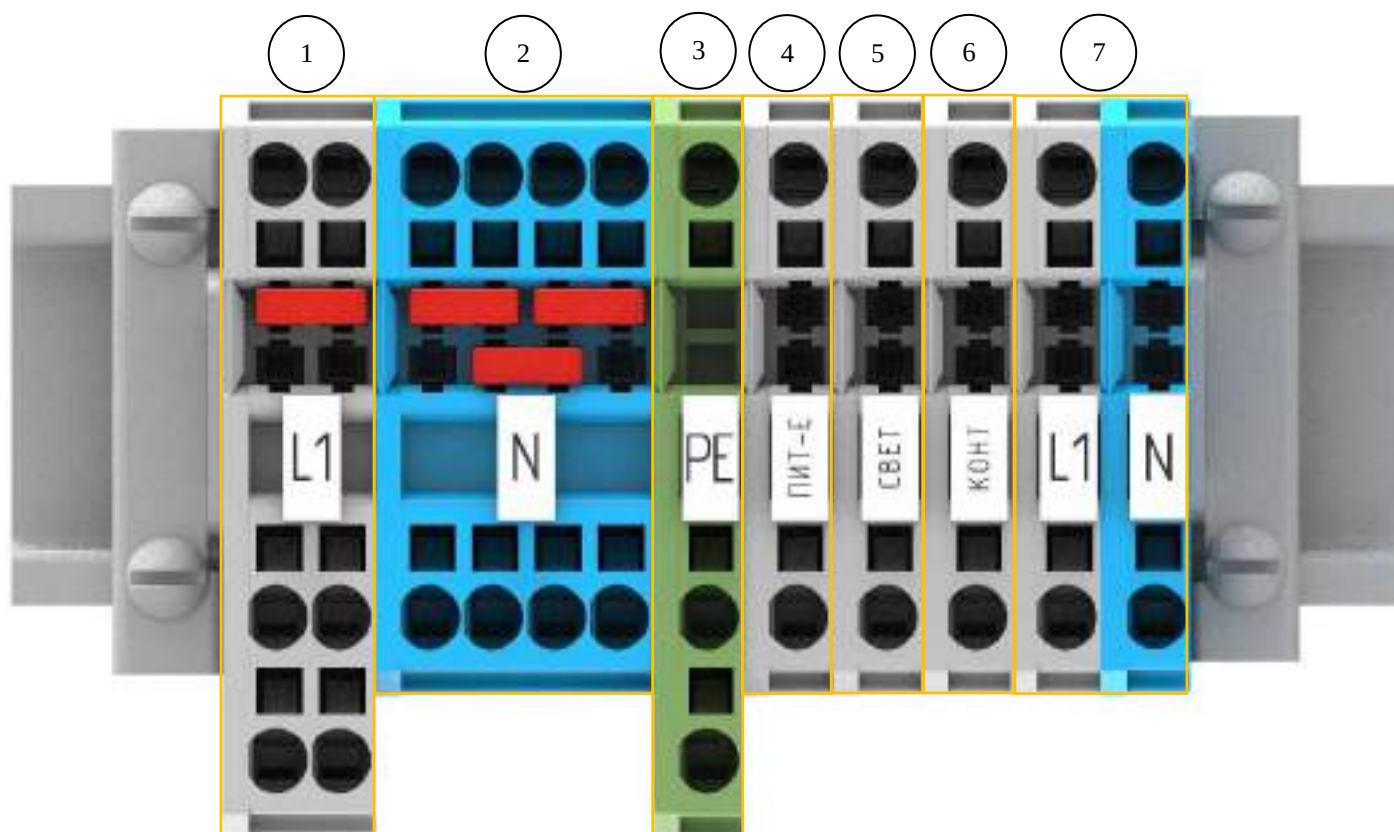
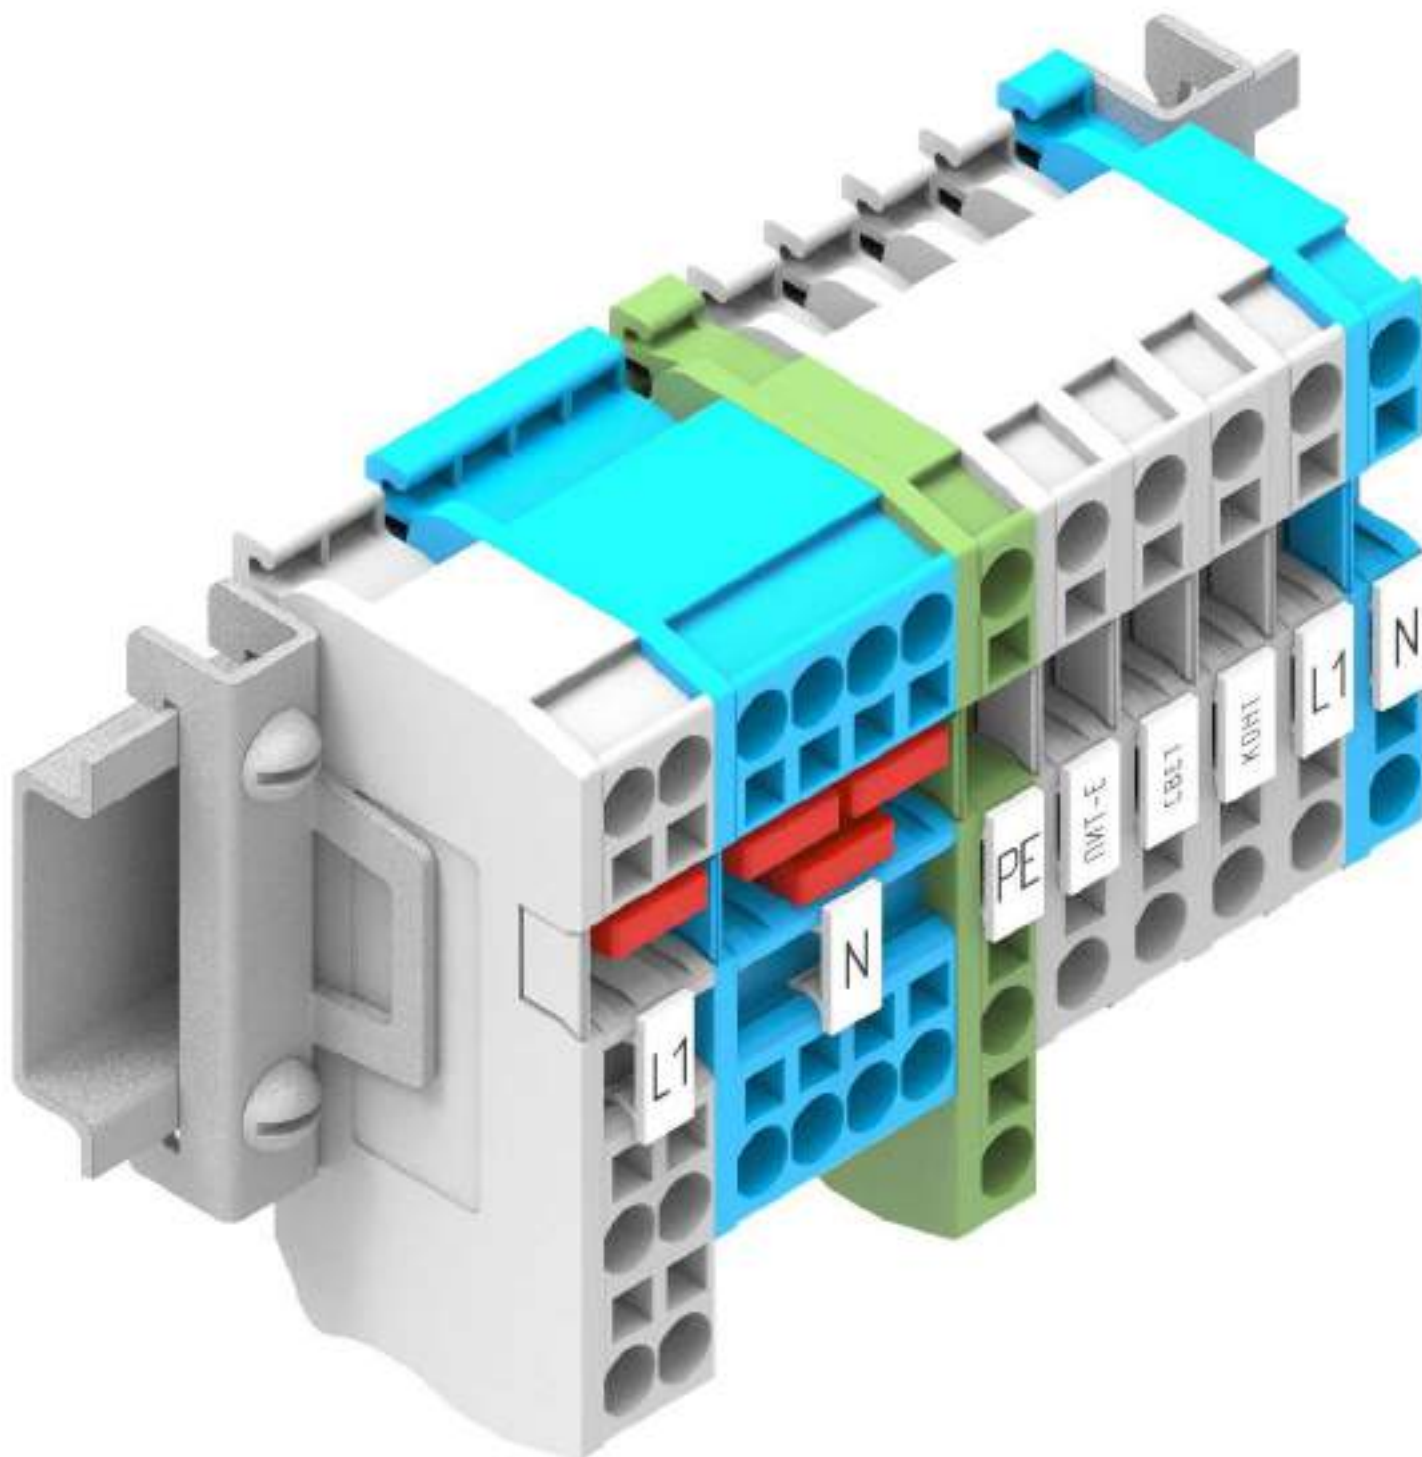

Рис. 8.: “Колодочная сборка”. Однофазная. Вид спереди.
Рис. 9.: “Колодочная сборка”. Однофазная. Изометрия.
- Подключения электропечи: в качестве трёхфазной симметричной (трёхпроводная схема без нейтрального провода) или однофазной нагрузки. В зависимости от типа подключаемого оборудования колодочная сборка может быть представлена в исполнении для трёхфазного или однофазного подключения. (Рис. 6.: Колодочная сборка. Трёхфазная. Вид спереди, Рис. 7.: Колодочная сборка. Трёхфазная. Изометрия, Рис. 8.: Колодочная сборка. Однофазная. Вид спереди, Рис. 9.: “Колодочная сборка”. Однофазная. Изометрия.)